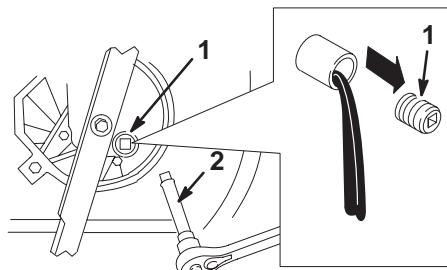

Bild 28
- Entfernen Sie die Ölablassschraube und stellen den Rasenmäher wieder in seine Betriebsstellung. Lassen Sie dann das Öl in die Wanne ablaufen (Bild 28).